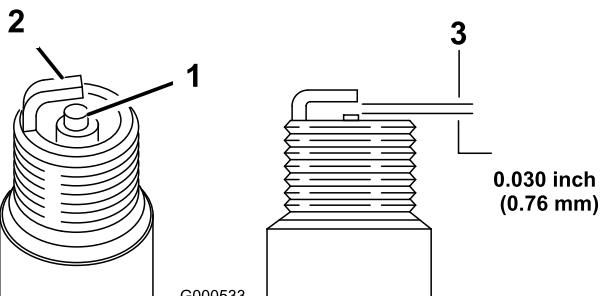

Figura 27
- Ajuste la distancia entre los electrodos a 0,76 mm, según se muestra en Figura 27.